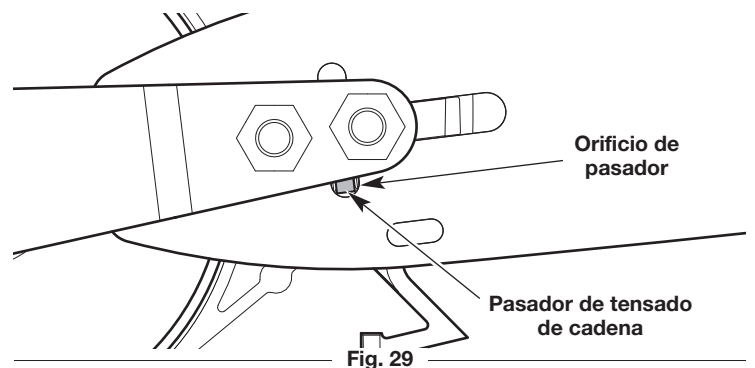

Fig. 29
1. Utilice un destornillador de cabeza plana para girar el tornillo de tensión de la cadena en el sentido contrario a las agujas del reloj (Fig. 24) hasta que el pasador de tensado de cadena quede bien a la izquierda de la superficie de montaje (Fig. 29).
3. Compruebe que el pasador de tensado de cadena esté en el orificio del pasador en la barra de guía (Fig. 29). Si es necesario, gire el tornillo de tensado de la cadena para moverlo.